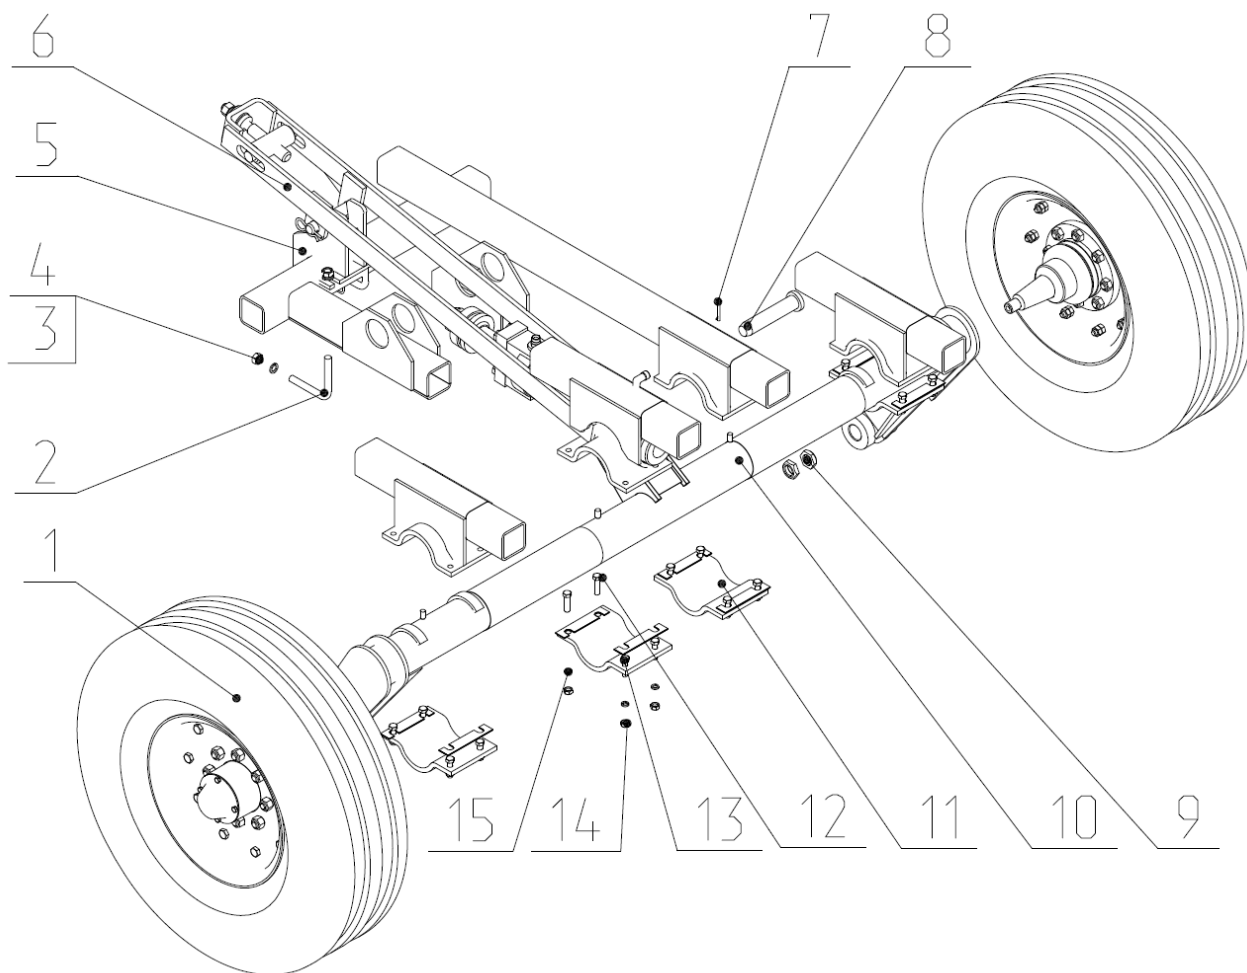
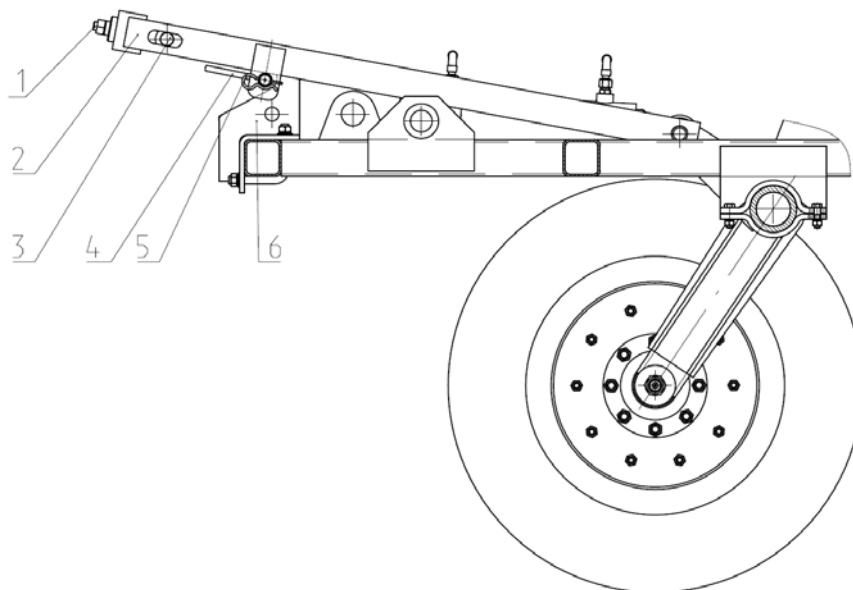

Рис.5 Колесная пара КСП 03.000А.
Рис.6 Положение транспортного фиксатора при транспортировке культиватора.
2.10 Колесная пара (Рис.5) служит опорной частью культиватора, так и для ограничения заглубления рабочих органов центральной секции при выполнении культивации.
2.10.2 Для блокировки колесной пары в транспортном положении служит транспортный фиксатор 2 (рис.6), который закрепляется в проушинах штанги осью 8 (рис.5), а другой частью через палец 4 (рис.6) входит в зацепление с упором 6. Положение транспортного фиксатора в транспортном положении см. рис.6.